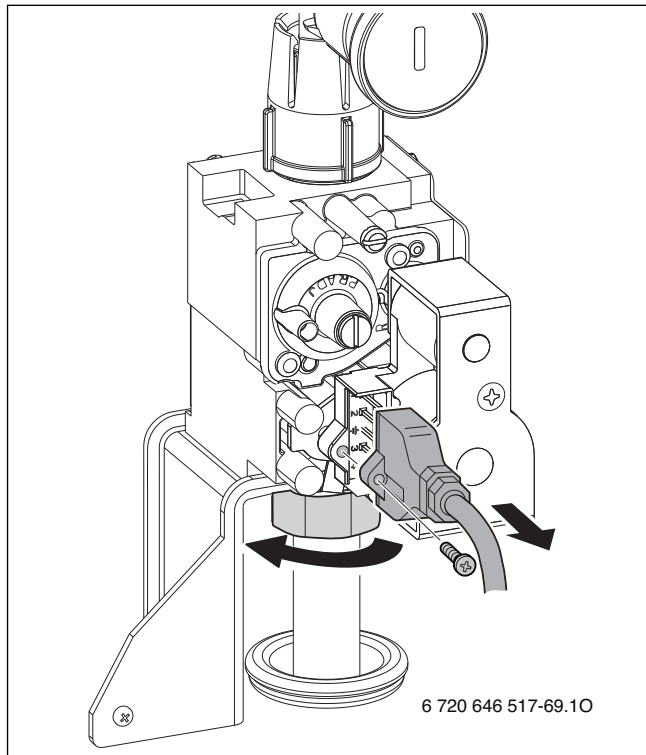

Bild 116
- ▶ Schraube entfernen (→ Bild 116).